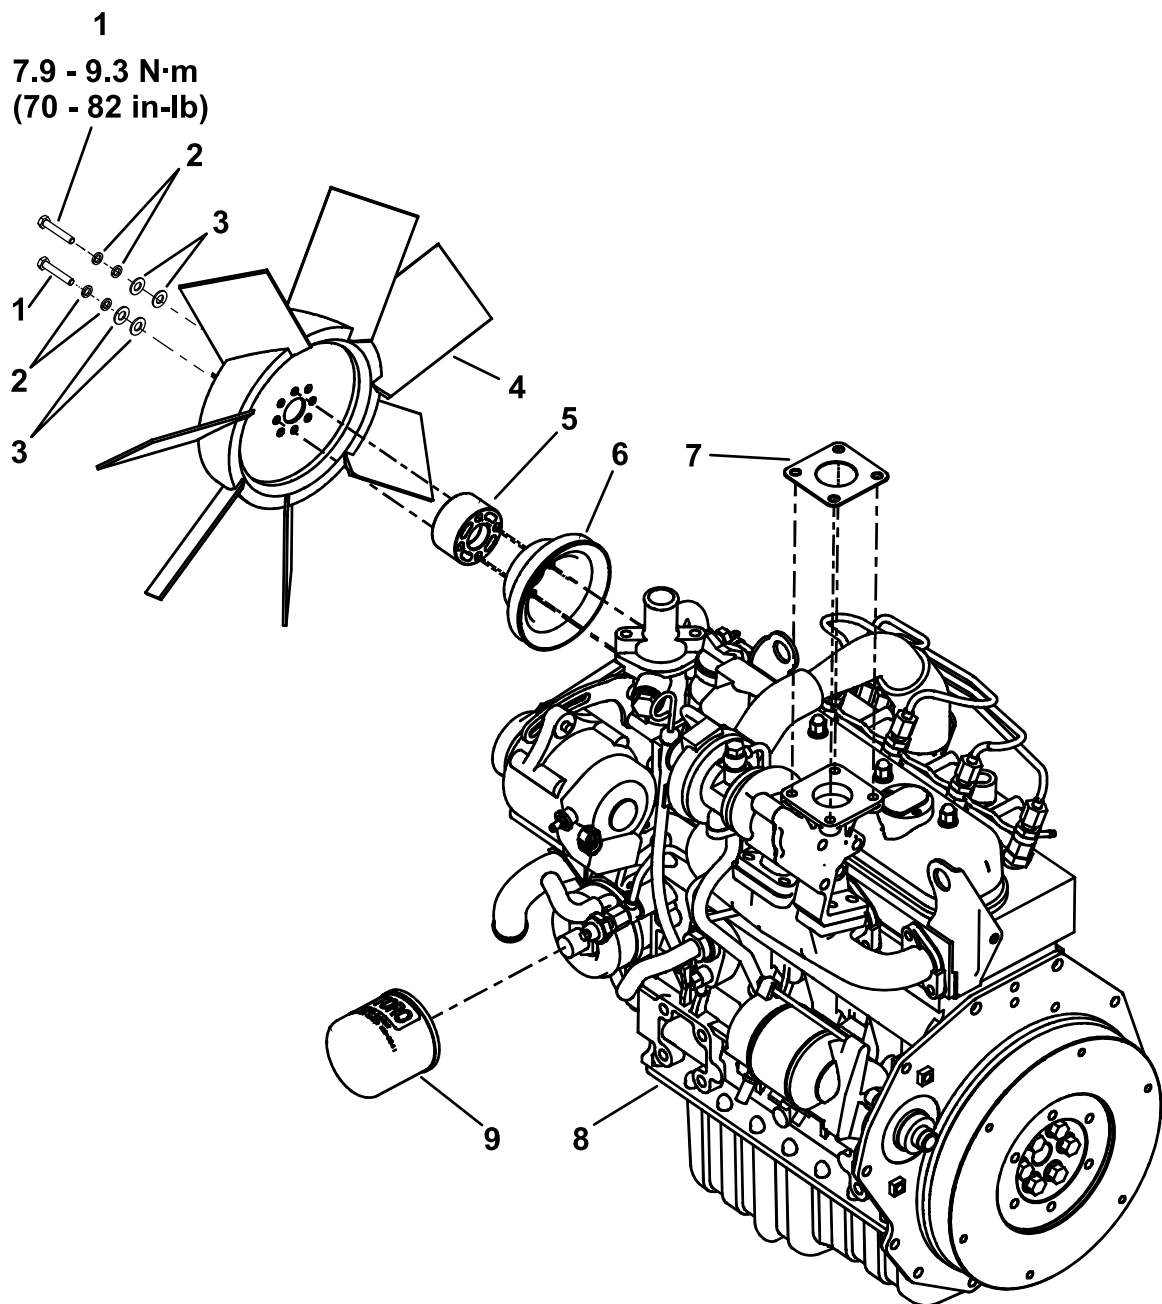

Figura 4
1. Encomende um novo filtro de óleo e uma junta de escape (Figura 4). Consulte o *Manual de peças* Toro para os números de peça corretos.
2. Além do filtro de óleo e junta de escape, remova as peças que se mostram em Figura 4 do motor antigo e instale-as no motor novo incluindo o novo filtro de óleo e junta de escape.